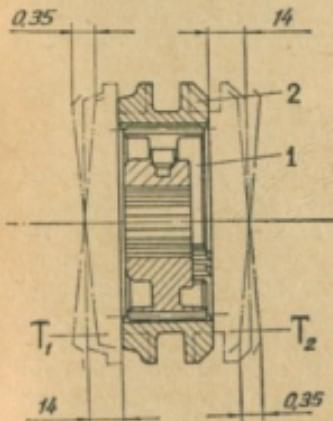

Рис. 58. Компакткование и подбор деталей синхронизатора:
1. Детали заменить. Ступицу синхронизатора подобрать с муфтой, как показано на рис. 58. Шестерню первой передачи подобрать по вторичному валу с минимальным зазором при легком перемещении